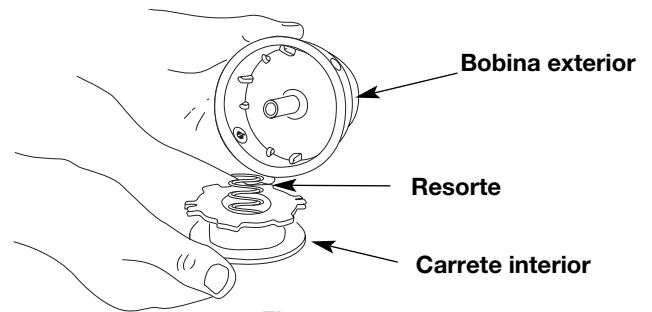

Fig. 17
2. Saque el carrete interior de la bobina exterior (Fig. 17).
3. Saque el resorte del carrete interior (Fig. 17).
2. Saque el carrete interior viejo de la bobina exterior (Fig. 17).
3. Saque el resorte del carrete interior viejo (Fig. 17).